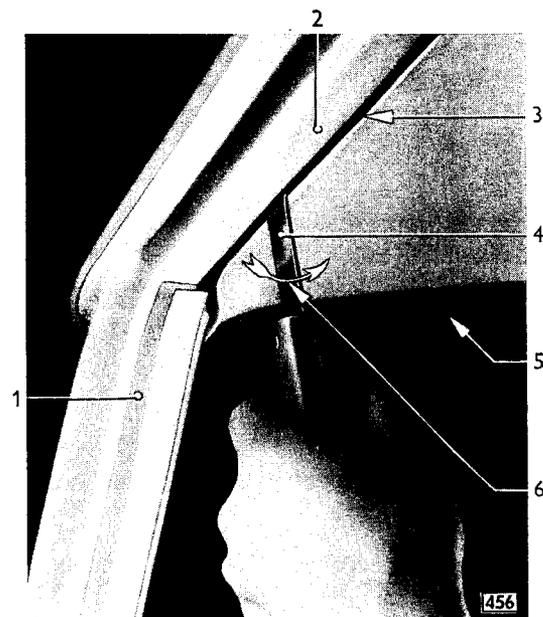

Bild 192 - Zackenschiene mit Köderstemmer vom Dachrahmen abbiegen
9. Zackenschiene (Befestigung des Himmels an linker und rechter Wagenseite) mit Köderstemmer SW-158 vom Dachrahmen abbiegen. Hierzu Köderstemmer (192/4) zwischen Dachrahmen und Zackenschiene ansetzen (Bild 192) und Zackenschiene auf der gesamten Länge vom Dachrahmen in Richtung Karosserie-Innenraum (192/6) etwas abdrücken.